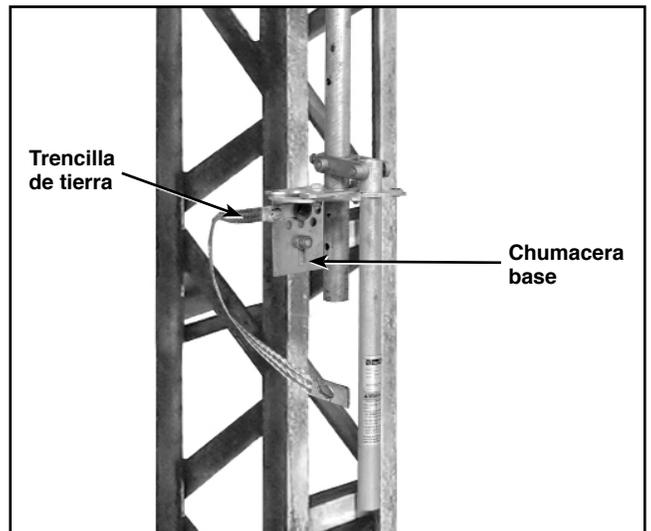

Figura 31. Fijación de la chumacera base.
**Paso 25** Deslice la chumacera base en la sección de tubo más baja y atorníllela a la estructura en la posición que se muestra en el plano de montaje (PM). Ver Figura 31. Al mismo tiempo, utilice uno de los tornillos de montaje para fijar un extremo de la trencilla de tierra (el que tiene el conector a tierra instalado) al ensamble de la chumacera base.